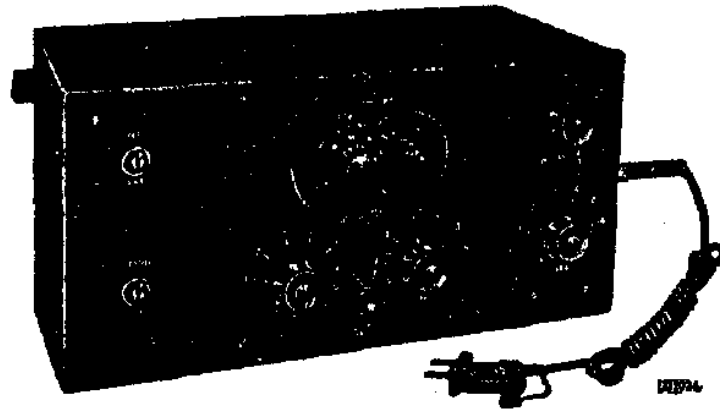

Fig. 3
1. Een service-oscillator (G.M. 2880, fig. 3), een kunstantenne voor 200—3000 m. (200 μ F, 25 μ H en 20 Ohm) en een kunstantenne voor 14—200 m. (400 Ohm).